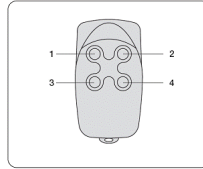

Рисунок 14.
Блок управления может запоминать до 150 пультов ДУ. Для запоминания каждой кнопки повторяется следующая процедура (см. рисунок 14):
3. Выберите одну из четырех возможных функций, которую необходимо активировать, и нажмите кнопку на пульте ДУ, соответствующую этой функции, в течение **1 сек.** (Рисунок 14):